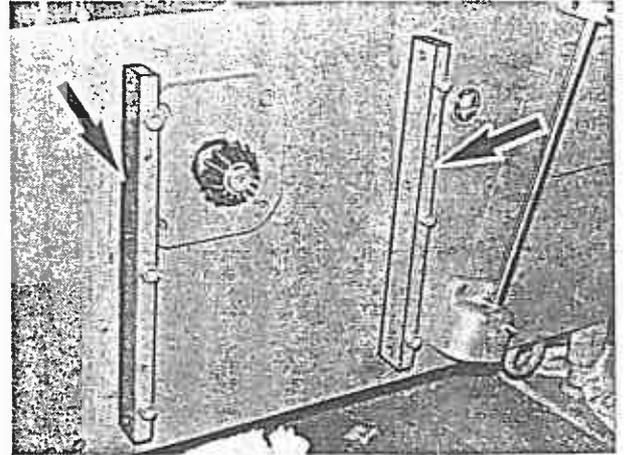

Bild 3
2. Sammelstapler an die Klemmleisten (Bild 3/ Pfeile) ansetzen und Schrauben einsetzen (nicht festziehen).